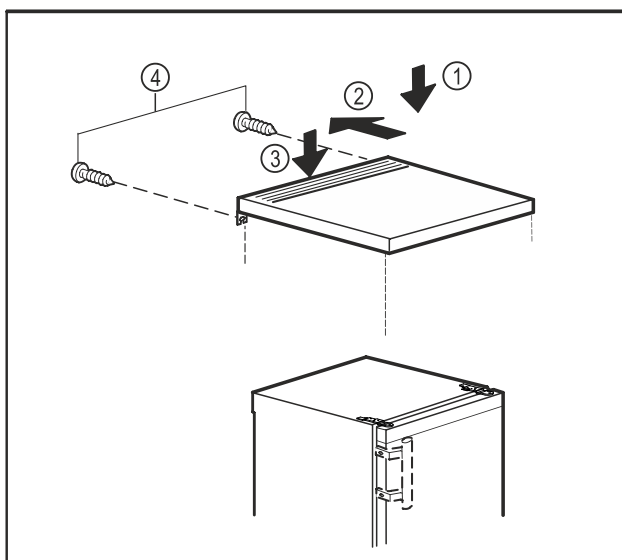

Fig. 11
- Lägg topplatta på skåpet. Fig. 11 (1)
- Skjut topplatta bakåt. Fig. 11 (2)
- Tryck ner topplatta baktill. Fig. 11 (3)
- Skruva fast skruvar på baksidan. Fig. 11 (4)